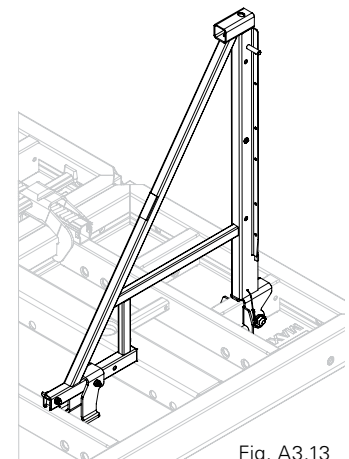

Fig. A3.13
6. Introduire la goupille rabattable (1.4) dans le trou (1.6) du boulon de sûreté et la bloquer en position. (Fig. A3.13 + A3.13a)